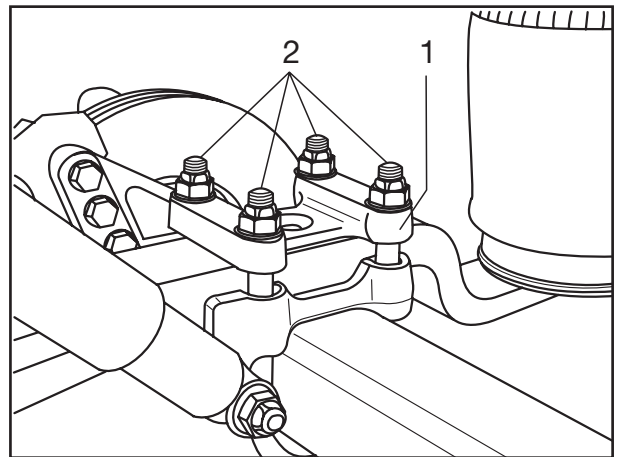

Fig. 5
- [9] Sicherungsmuttern (Fig. 5/2) und ggf. Scheiben von den Federbügeln abschrauben. Federplatte (Fig. 5/1), Federbügel und ggf. Segmente abnehmen.
[9] Unscrew lock nuts (Fig. 5/2) and any washers from the spring U-bolts. Remove spring plate (Fig. 5/1), spring U-bolts and any segments.
[9] Dévisser les écrous de sûreté (fig. 5/2) et, le cas échéant, enlever les rondelles des brides de ressorts. Enlever la plaque de ressort (fig. 5/1), la bride de ressort et, le cas échéant, les segments.